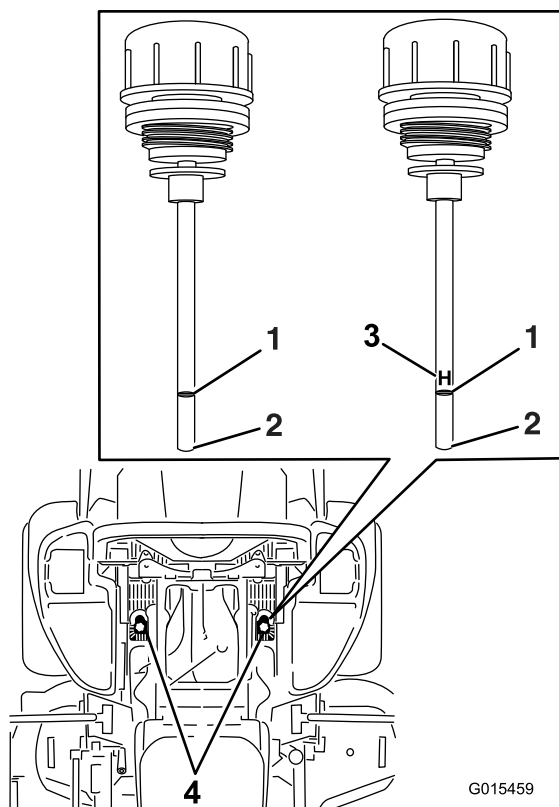

Figura 89
6. Limpie la zona alrededor de las varillas de los depósitos del sistema hidráulico (Figura 89).
7. Retire una varilla del depósito de aceite hidráulico (Figura 89).
9. Retire la varilla e inspeccione el extremo (Figura 89). Si el nivel de aceite está en la marca Add (añadir), vierta lentamente en el depósito hidráulico sólo la cantidad de aceite necesaria para que el nivel llegue hasta la marca de Lleno o H.